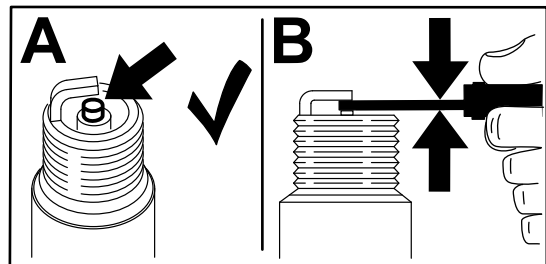

Figure 64
4. Localisez et retirez la ou les bougies comme montré à la Figure 64.